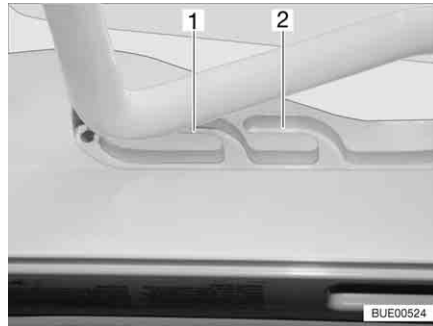
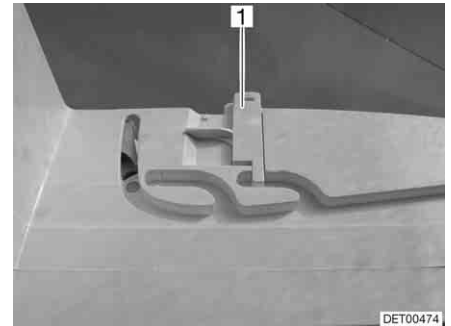

Fig. 69 Claraboya Heki en posición de ventilación
Fig. 70 Bloqueo de la posición de ventilación
La claraboya Heki se puede colocar en dos posiciones de ventilación: Posición de mal tiempo (Fig. 69,1) y posición mediana (Fig. 69,2). Según el modelo, la claraboya podrá ser bloqueada en la posición central con los dos pestillos (Fig. 70,1) a la izquierda y la derecha en el marco de la claraboya.
- Presionar el estribo ligeramente hacia arriba y empujarlo en la guía seleccionada (Fig. 69,1 ó 2) y, si fuera necesario, bloquearlo.